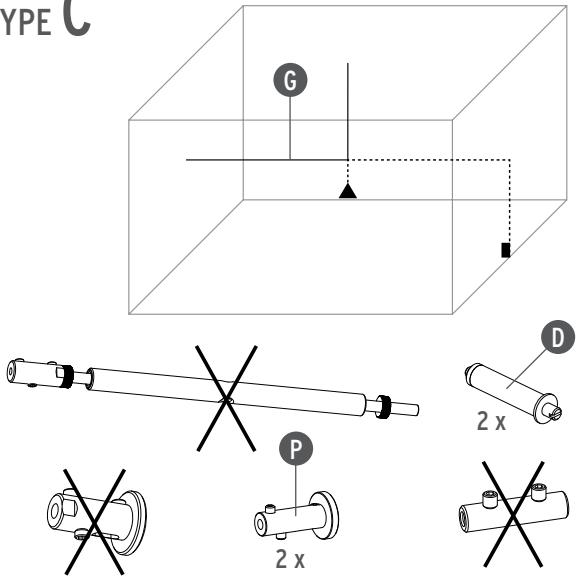

Fig. 1C
Fig.1C Estrarre il cavo (G) dal tenditore (B) svitando i grani (C). **Fig.2C** Effettuare i fori nelle pareti quindi inserire i due tasselli ad espansione (D) forniti in dotazione; avvitare gli attacchi a parete piccoli (P) ai tasselli inseriti nelle pareti, bloccandoli con il grano (Q).